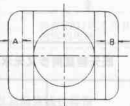

图10
- 步骤: ①接收单象管图案信号;
②调节R 617,使屏幕上的图象水平中心位置达到如图 10 所示A=B的程度。